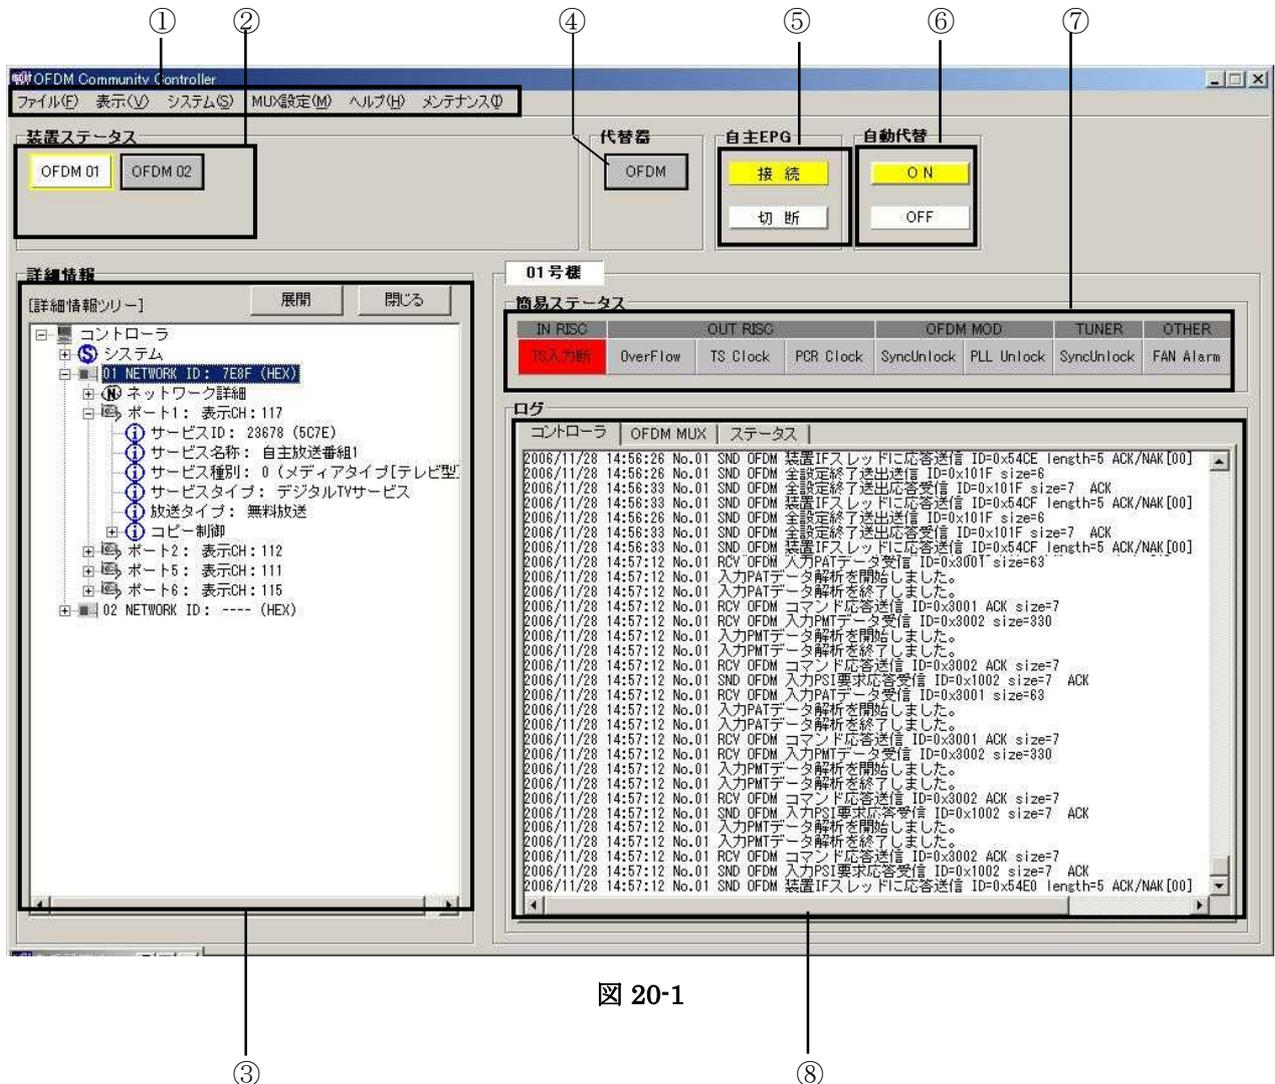

図 20-1
「C:\OFDMAApplication\OFDMMuxCont\Exe\OFDMMUXCont.exe」が起動し、図 20-1 の画面を表示します。
- ③ 詳細情報ツリー
- メニューバー（図 20-1①）から表示で「詳細ツリー」または「簡易ツリー」を選べます。
- ④ 代替器
- ②と同様（装置ステータス ボックス状態）に代替器の状態を色で表示します。
- ⑤ 自主 EPG
- ⑥ 自動代替の状況表示
(図 20-1①メニューバーから「システム」「システム設定」を選択します。)